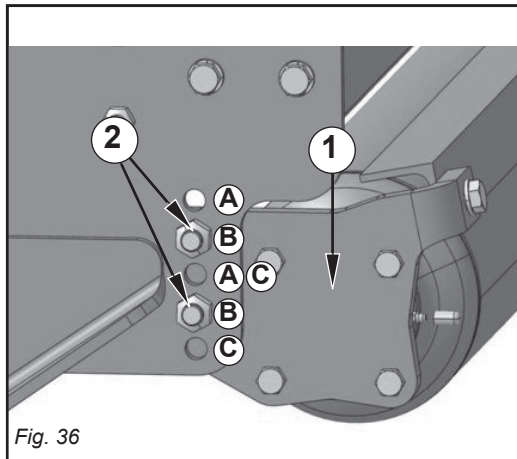

Fig. 36
La macchina è fornita di rullo posteriore (1 Fig. 36) e raschiasfango regolabile manualmente. Per regolare il rullo procedere come segue:
- Togliere i bulloni (2 Fig. 36).
The machine is equipped with a rear roller (1 Fig. 36) and a manually adjusted mud scraper. Proceed in the following way to adjust the roller:
- Remove the bolts (2 Fig. 36).